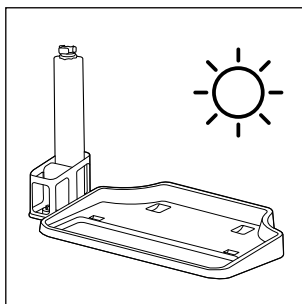

Fig. 38
- ♦ Du kan også stille børsterullen **6** oprejt i børsteholderen **5** på parkerings- og rengøringsstationen for at tørre den (se fig. 38).